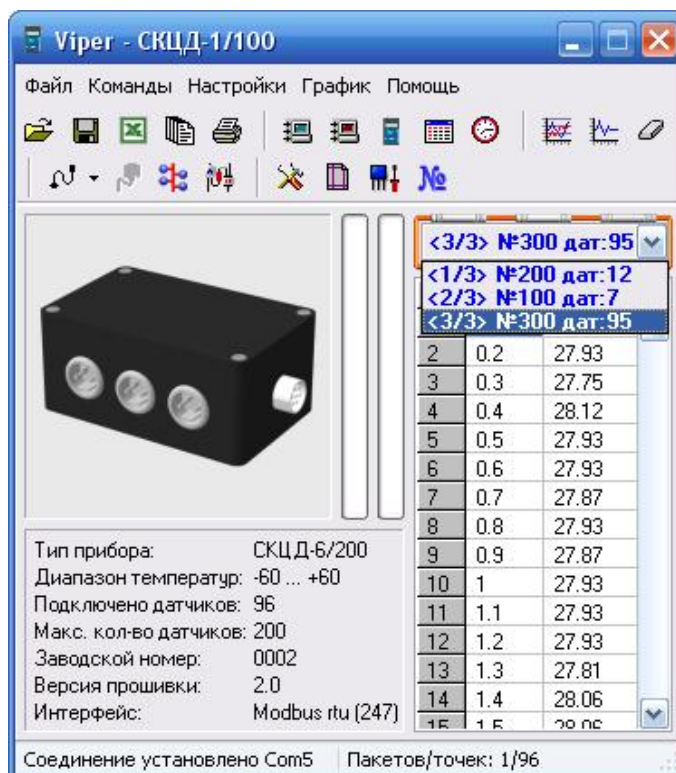

Рисунок 4 – Основное окно программы Viper.exe
2.4.1.7 Во время запуска Viper происходит сканирование портов ПК и поиск контроллера. Если контроллер найден, то на дисплей ПК выведется основное окно программы с характеристиками контроллера (рисунок 4), в противном случае выведется сообщение «Прибор не обнаружен».